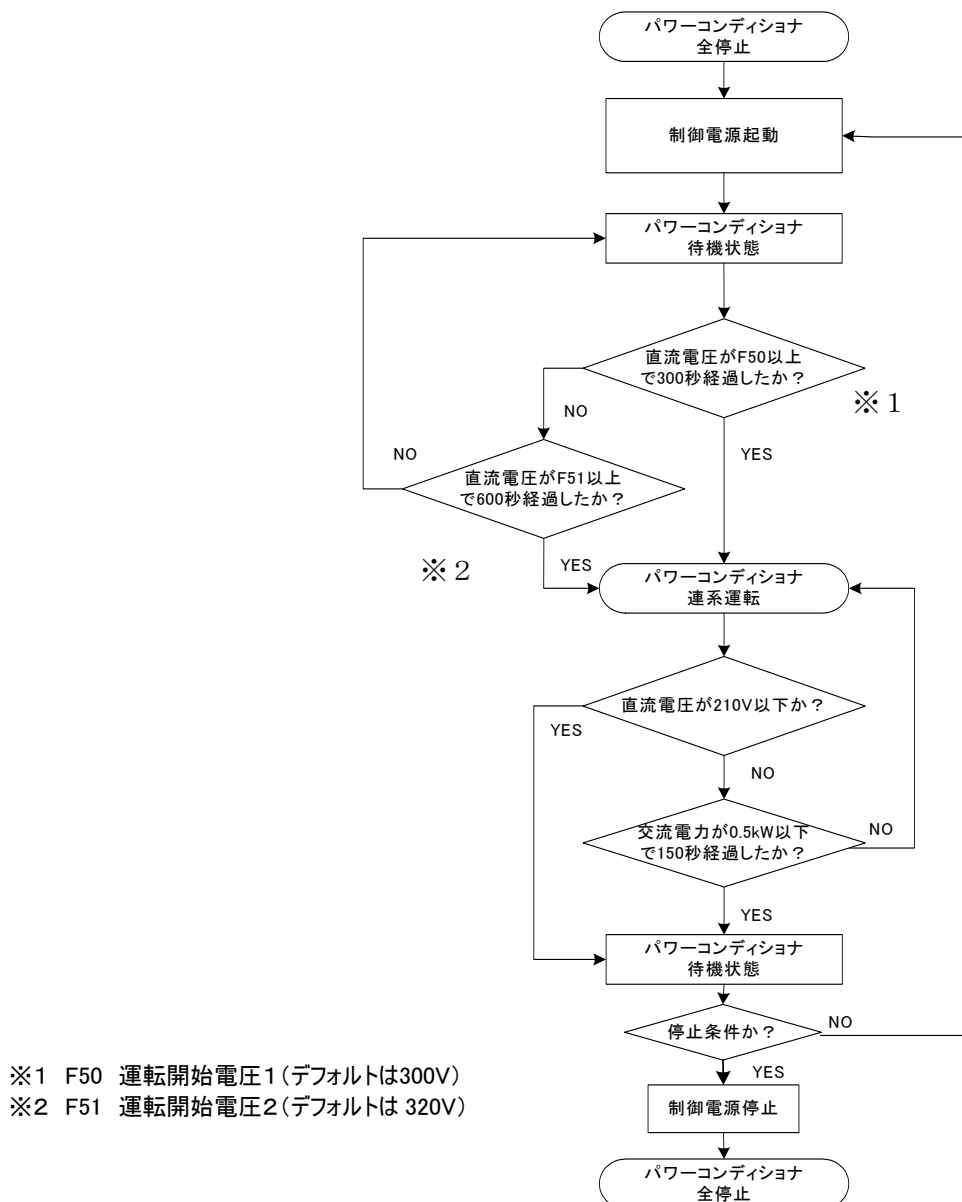

図 14.8-1 自動起動・停止(連系)のフローチャート
- ・ 連系運転モード選択時に、「運転/停止」ボタンを押し運転状態にしたのちは、日常的な操作は一切必要とせず、全自動起動を行います。太陽光パネル出力電圧が低下しパワーコンディショナが停止すると表示部の7SEG、LEDの表示は消灯し、連系モードの場合には「連系」LEDが点灯し続けます。また、待機後は3分経過するとファンが停止します。図14.8-1に自動起動・運転のフローチャートを示します。